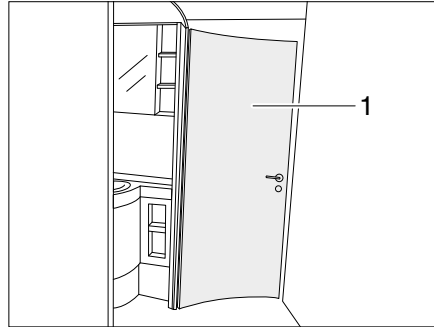

Fig. 234 Cabina bagno
La porta della zona toilette (Fig. 234,1) può essere bloccata, a seconda dell'equipaggiamento, in 1-3 angoli di apertura diversi per formare una cabina bagno. A seconda dell'angolo di apertura scelto, vengono collegate tra loro diverse parti dell'ambiente.
- ▷ La porta della zona toilette (Fig. 234,1) non deve essere utilizzata come elemento divisorio durante la marcia.